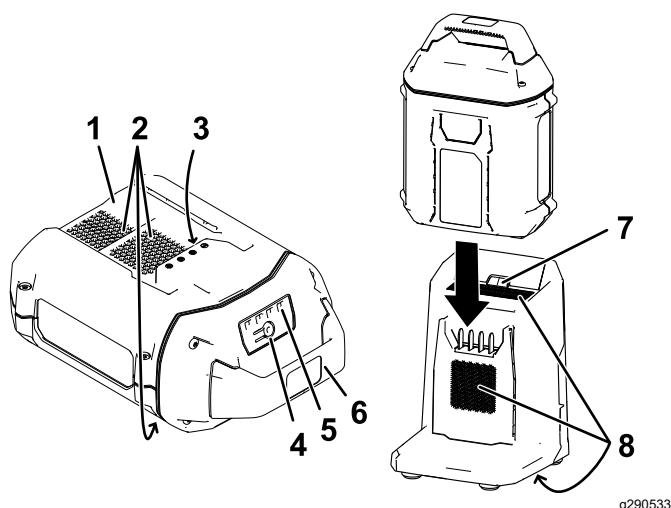

Figura 19
2. Aliniați canalul acumulatorului (Figura 19) cu proeminența încărcătorului.
3. Glisați acumulatorul în încărcător până când este fixat corespunzător (Figura 19).